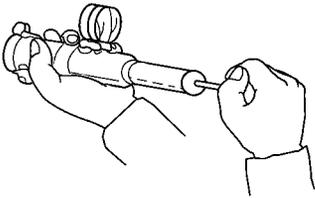

图 6-7 检查散热器盖
(1) 检查散热器盖 如图 6-7 所示,将散热器检验器装到散热器盖上,并对散热器盖加压,检查其密封性能和排气阀的开启压力。